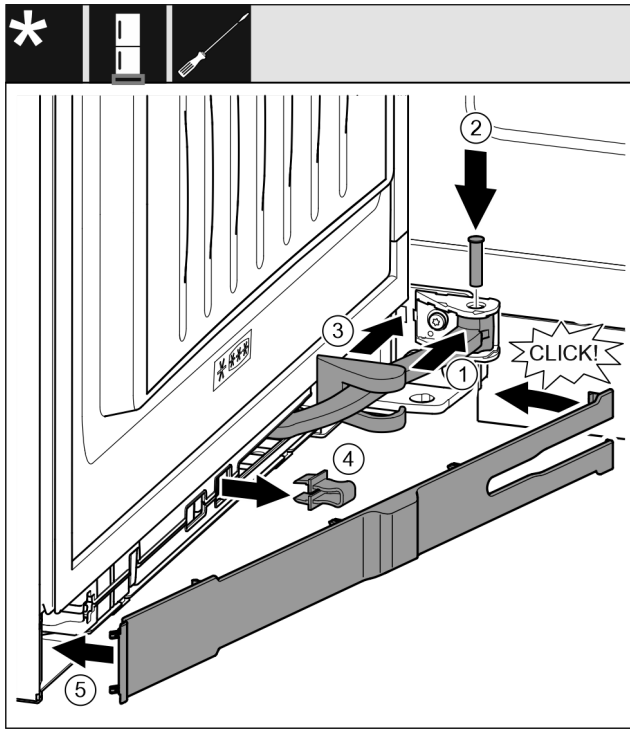

Fig. 41
- ▶ 将铰链 Fig. 41 (1) 旋转至悬挂装置。
- ▶ 用螺丝刀将螺栓 Fig. 41 (2) 插入悬挂装置和铰链。同时注意止动凸轮需正确地处于凹槽中。
- ▶ 沿着铰链推动托架盖 Fig. 41 (3)，并将其安装到悬挂装置上。
- ▶ 取下保险装置 Fig. 41 (4)。
- ▶ 将隔板 Fig. 41 (5) 放上并转入把手侧。